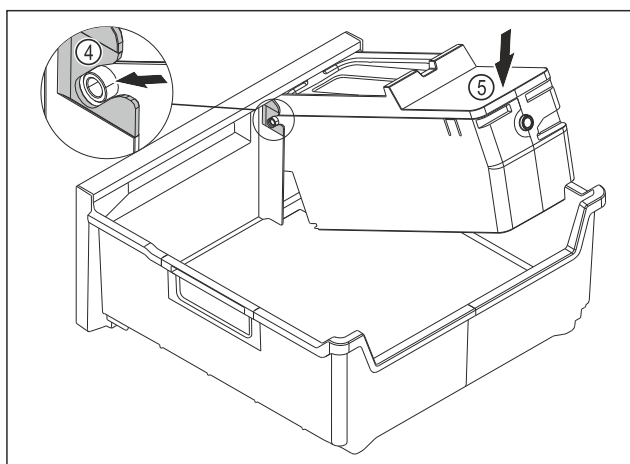

Fig. 100
- Montáž korpusu EasyTwist-Ice: Osi korpusu EasyTwist-Ice zasunúť do vedení Fig. 100 (4).
- Zatlačte korpus EasyTwist-Ice Fig. 100 (5) zozadu smerom nadol.